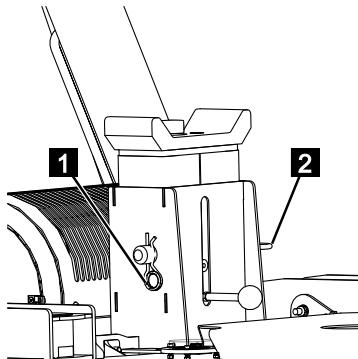

Abb. 111
3. Federsplint (Abb.111/1) aus dem Befestigungsbolzen (Abb.111/2) herausziehen.
4. Den Befestigungsbolzen (Abb.111/2) herausziehen.